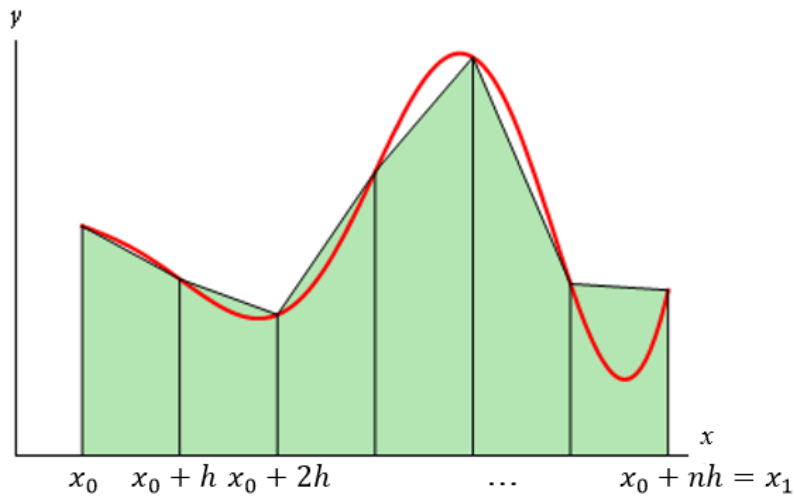

FIGURA 27. Regla de Trapecios Compuesta
y aproximar el valor de la integral (13) por la suma de las áreas de los *trapezios rectángulos* cuyas bases (ubicadas verticalmente) tienen longitudes $f(x_0), f(x_0+h), \dots, f(x_0+(n-1)h)$ y $f(x_0+nh)$, y sus alturas (ubicadas horizontalmente) tienen todas ellas longitudes h (Figura 27).